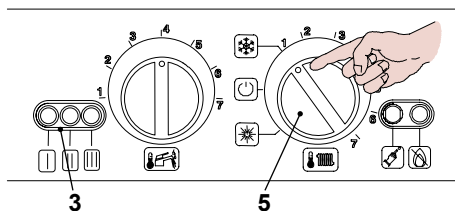

Figura 2.2
- Alimentate elettricamente la caldaia azionando l'interruttore bipolare previsto nella installazione; la lampada di segnalazione 3 in Figura 2.2 fa un breve lampeggio circa ogni 4 secondi.
- Ruotate il selettore 5 come in Figura 2.2; la lampada di segnalazione 3 lampeggia ad intermittenza circa ogni 2 secondi.